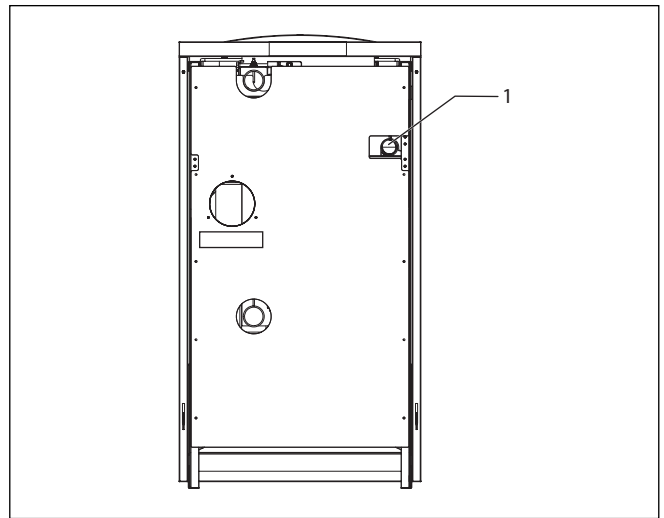

Abb. 5.3 Gasanschluss (Rückseite des Gas-Brennwertkessels)
- Schließen Sie die Gasleitung am Gasanschluss (1, Abb. 5.3) des Gas-Brennwertkessels an.